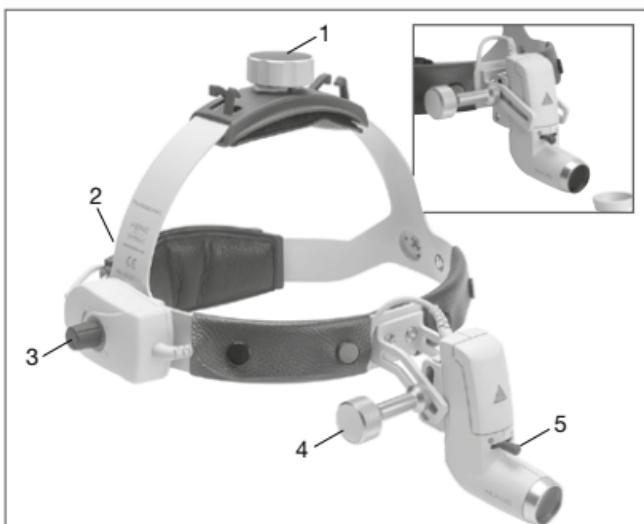

Fig. 2 Caschetto Professional L
Adattamento di **Caschetto Professional L** (vedi fig. 2): Per l'adattamento alla circonferenza cranica lo stringitesta può essere allargato o stretto ruotando la rotella superiore (1) e posteriore (2).
### Selezione angolo e campo di visione (Fig. 2)